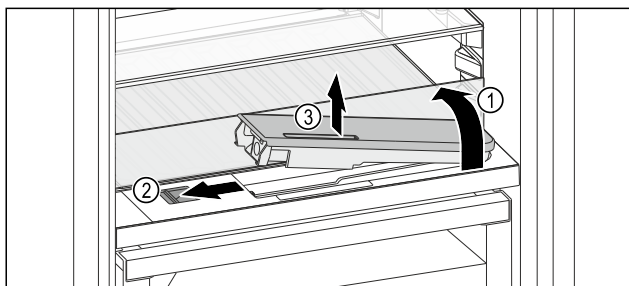

Fig. 172
- Lyft glashyllan och fäll bak den till anslag Fig. 172 (1).
- Skjut reglaget Fig. 172 (2) åt vänster.
- Ta ut vattenbehållaren Fig. 172 (3).